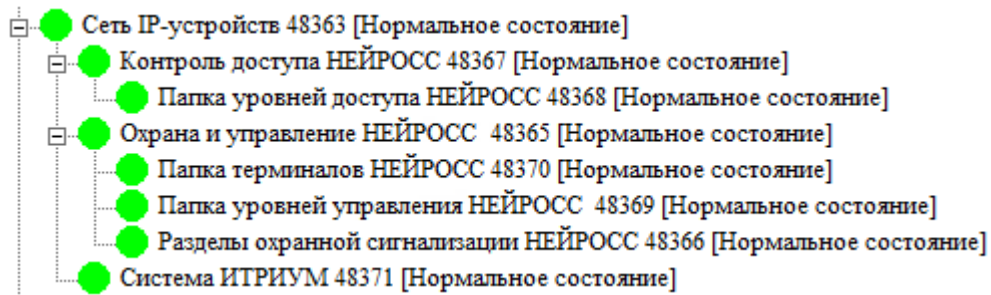

Рисунок 9.113 — Сеть IP-устройств. Дерево элементов
- К элементу **Сеть IP-устройств** автоматически будут добавлен элемент **Контроль доступа НЕЙРОСС** с дочерним элементом **Папка уровней доступа НЕЙРОСС**, а также элемент **Охрана и управление НЕЙРОСС** с дочерними элементами **Уровни управления НЕЙРОСС**, **Разделы охранной сигнализации НЕЙРОСС** и **Папка терминалов НЕЙРОСС** (рисунок 9.113).